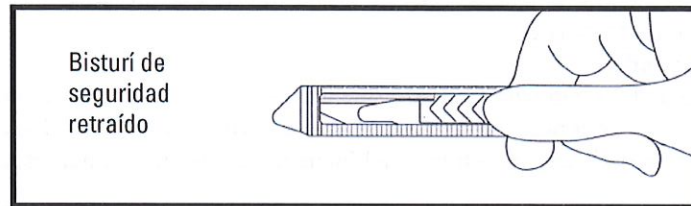

Figura 4
- Para retraer la hoja del bisturí de seguridad, coloque el pulgar en el mango del bisturí, como se muestra a continuación, y aplique presión hasta que la hoja se retraiga (Figura 4).